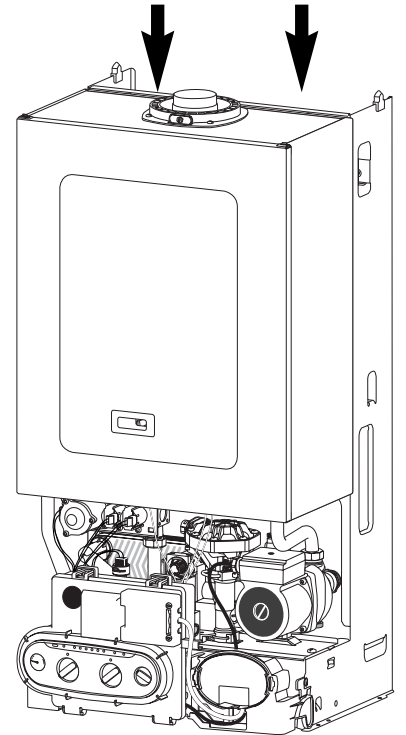

Fig. 10
- présenter la chaudière sur sa patte d'accrochage, la laisser descendre en appui sur celle-ci (fig. 10)